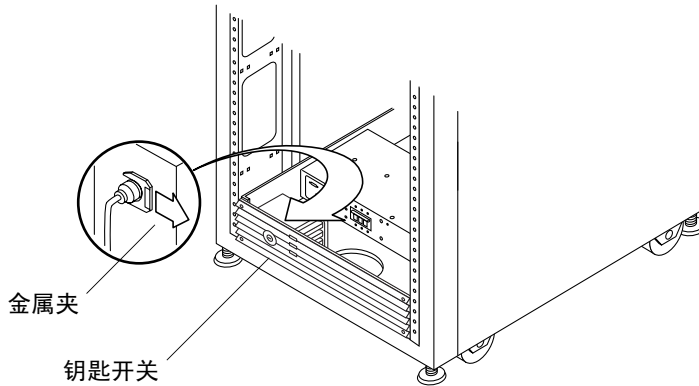

图 6-8 卸下和装回钥匙开关
4. 在存储系统内面向钥匙开关的背部，使用一把尖嘴钳滑出并卸下将钥匙开关固定到存储系统上的金属夹（图 6-8）。
2. 在存储系统内面向钥匙开关的背部，将金属夹滑入钥匙开关主体的凹口，使其就位（图 6-8）。